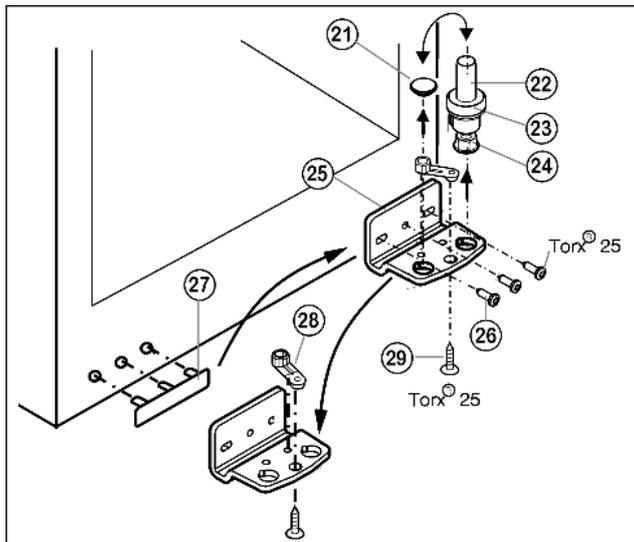

Fig. 5
- ▶ Извлеките опорный винт Fig. 5 (22) в комплекте с шайбой Fig. 5 (23) и регулируемой опорой Fig. 5 (24), вытягивая его вверх.
- ▶ Снимите пробку Fig. 5 (21).
- ▶ Открутите Fig. 5 (26) опорный кронштейн Fig. 5 (25).
- ▶ Открутите Fig. 5 (29) опорную деталь Fig. 5 (28) и, переставив в отверстие на противоположной стороне опорного кронштейна, снова прикрутите.
- ▶ Осторожно снимите и переставьте на противоположную сторону крышку со стороны ручки Fig. 5 (27).
- ▶ Снова прикрутите опорный кронштейн Fig. 5 (25) на новой стороне шарнира (с моментом 4 Нм). При необходимости используйте аккумуляторный шуруповерт.
- ▶ Переставьте пробку Fig. 5 (21) в свободное отверстие.
- ▶ Вновь установите опорный винт Fig. 5 (22) в комплекте с шайбой и регулируемой опорой. При этом фиксатор должен быть направлен назад.
- ▶ Установите дверцу сверху на нижний опорный палец Fig. 5 (22).
- ▶ Установите верхний опорный кронштейн (12) на новой стороне шарнира и защелкните в дверце.
- ▶ Прикрутите верхний опорный кронштейн (12)(с моментом 4 Нм)(2 шт. Torx® 25) (13). При необходимости сделайте отверстия или используйте аккумуляторную отвертку.
- ▶ Защёлкните крышку (10) и крышку (11) на противоположной стороне.
- ▶ При необходимости выровняйте дверцы через два продольных паза в нижнем опорном кронштейне Fig. 5 (25) параллельно корпусу устройства. Для этого выкрутите средний винт.